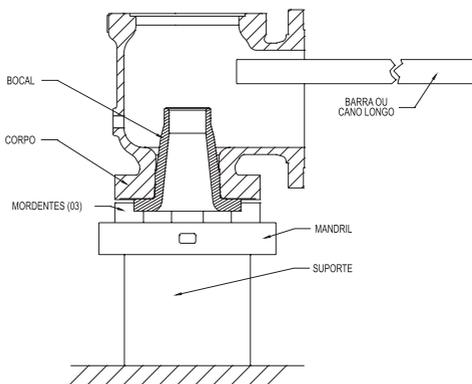

Figura 07
6.1.13 Remova o bocal (02) do corpo (01). O bocal é montado no corpo por meio de rosca direita. Utilizando-se um mandril de 3 ou 4 mordentes, prenda o bocal no mandril e solte-o do corpo utilizando uma barra ou cano (Figura 07) e girando o corpo no sentido anti-horário. Tenha cuidado ao utilizar a barra ou cano na conexão de saída da válvula, a fim de garantir que o bocal não seja danificado durante a operação. Nos casos em que o bocal estiver engripado no corpo, sua remoção pode ser facilitada, aquecendo-se o corpo externamente na área das roscas, enquanto um agente resfriador é aplicado no interior do bocal.